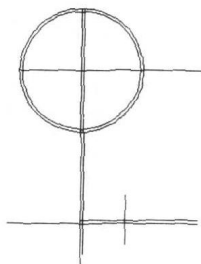

图 1-4
5. 重复 O 命令。将各段直线偏移 5 个单位,如图 1-4 所示。